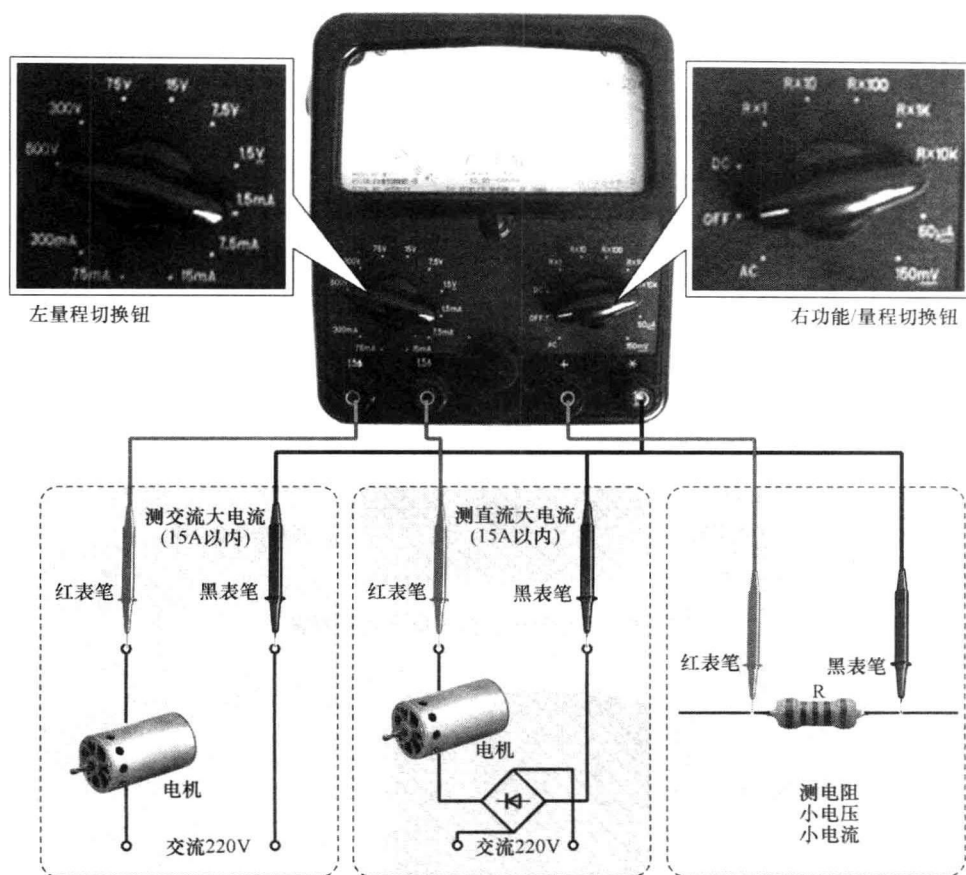

图 1-7 双旋钮指针式万用表
② 双旋钮指针式万用表。图 1-7 所示为典型的双旋钮指针式万用表,与单旋钮指针式万用表不同的是,它是通过左右两个旋钮设置不同的测量项目和挡位的。